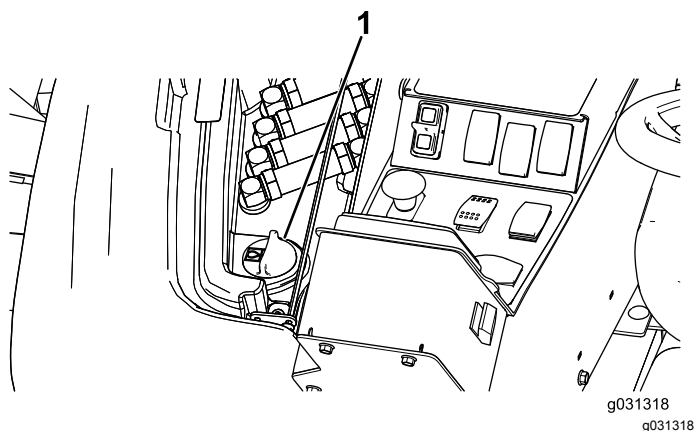

Рисунок 127
доступа с правой стороны машины (Рисунок 127).
3. Очистите зону вокруг заливной горловины и крышки гидравлического бака (Рисунок 127).